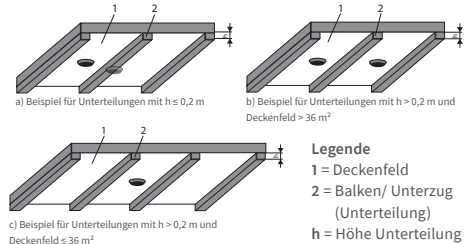

Abb. 4: Beispiele für Unterteilungen in Deckenfelder
- bei Höhen der Unterzüge ≤ 0,2 m, bleiben die Unterzüge ohne Berücksichtigung und der/die Melder darf/dürfen auch auf diesem Unterzug/diesen Unterzügen selbst installiert werden - siehe Abb.4 Beispiel a).
- bei Unterzügen mit einer Höhe > 0,2 m, so ist, wenn die daraus gebildeten Deckenfelder eine Fläche von > 36 m² aufweisen, je Deckenfeld ein Rauchwarnmelder anzubringen - siehe Abb.4 Beispiel b).
- bei Unterzügen mit einer Höhe > 0,2 m und einer Fläche der Deckenfelder ≤ 36 m², bleiben die einzelnen Deckenfelder unberücksichtigt. Ein Rauchwarnmelder ist in einem Deckenfeld oder auf dem Unterzug, vorzugsweise in der Raummitte anzuordnen - siehe Abb.4 Beispiel c).